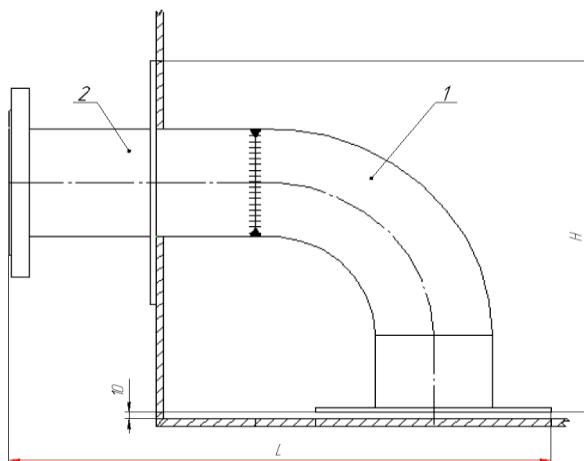

Рисунок 1 – Патрубок зачистной
- Патрубок ПЗ (рисунок 1) состоит из следующих основных частей: отвода 1, приемо-раздаточного патрубка 2, усиливающей накладкой для усиления места установки патрубка в резервуаре.
2.2.1 Основные параметры и размеры патрубков (рисунок 1 и 2) должны соответствовать следующим значениям таблицы 1: